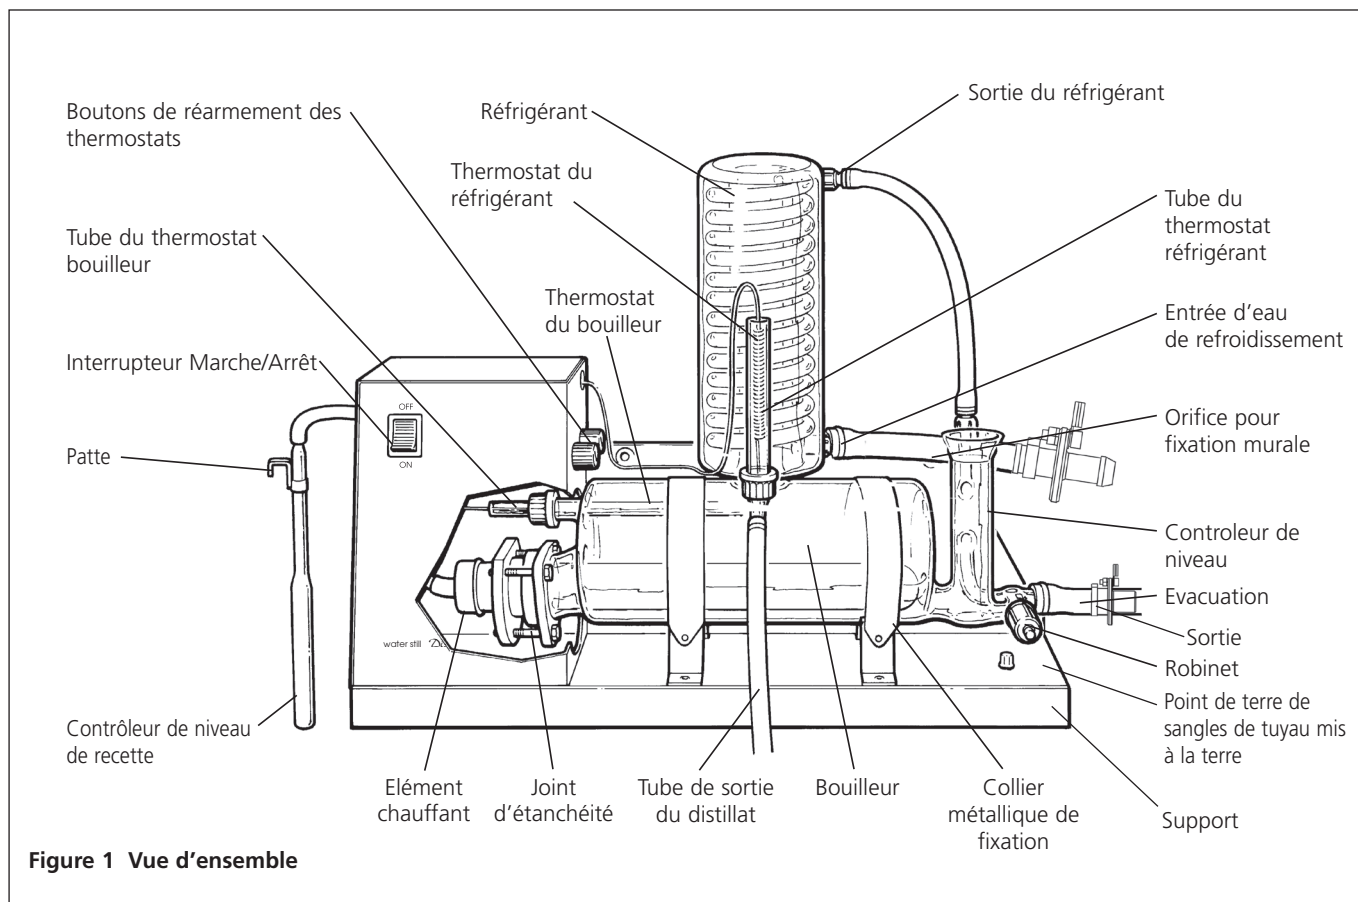

Figure 1 Vue d'ensemble
2. Switch on the heating element. The on/off switch is located on the front panel - see **figure 1**.
8. Dans le kit de flexibles, prenez une longueur de flexible de 8 mm avec les connecteurs filetés en plastique à chaque bout. Selon la figure 1, vissez un côté du flexible sur la sortie du condenseur (supérieure) et l'autre sur le filetage en verre du contrôleur de niveau constant.
Le capuchon n'étant pas complètement vissé, glisser délicatement le tube sur l'évent de la sortie du distillat. Visser alors le capuchon. Insérer la sonde du thermostat du réfrigérant dans le tube de verre. Tordre délicatement le fil du thermostat de façon à ce qu'il n'obstrue pas l'accès aux boutons de réarmement des thermostats. Voir **figure 1**.
16. Prendre le contrôleur du niveau de recette et enfilez l'extrémité du tuyau caoutchouc sur la tétine située sur le panneau latéral. Voir **figure 1**.
2. Assurez-vous que le fil de terre est bien connecté au point de terre - voir fig. 1 et 4b.
4. Assurez-vous que le fil de terre est connecté au point de terre - voir fig. 1 et 4b.